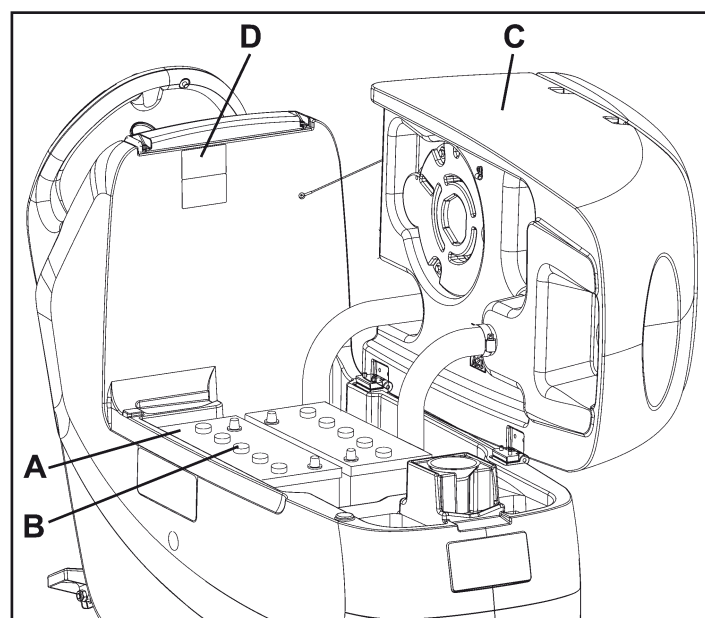
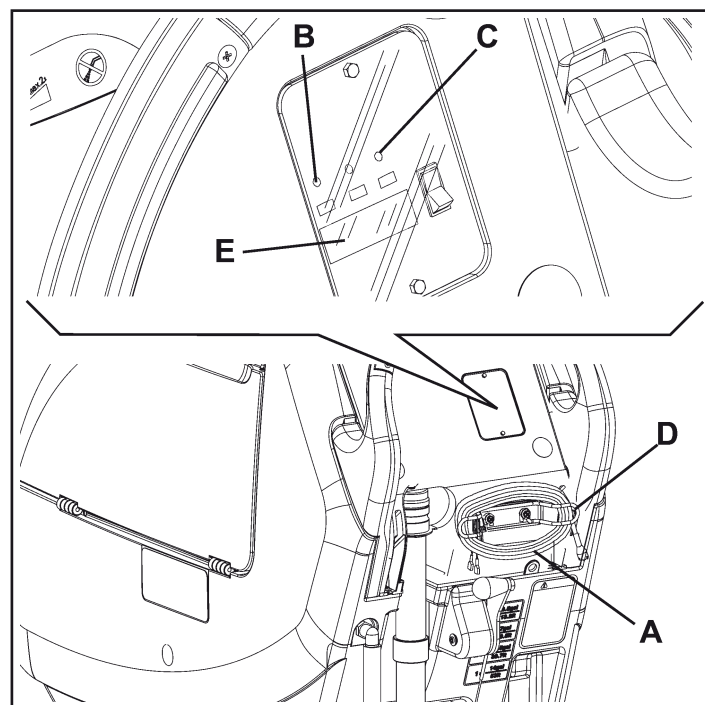

Figure 39
Figure 40
7. Brancher le câble (A, Fig. 40) du chargeur de batterie au réseau électrique [la tension et la fréquence de réseau doivent coïncider avec les valeurs correspondantes du chargeur de batterie, indiquées sur la plaque avec numéro de série de la machine (D, Fig. 39)].
- Lorsque le témoin lumineux rouge (B, Fig. 40) s'allume fixe sur le tableau de bord du chargeur de batterie, il indique que le chargeur de batterie est en train de charger les batteries.
8. Lorsque le témoin lumineux vert (C) s'allume, le cycle de chargement des batteries est terminé.
9. Le cycle de chargement terminé, débrancher le câble (A) du chargeur de batterie du réseau électrique et l'enrouler autour du logement correspondant.
10. Baisser le réservoir (D) avec soin.
Pour de plus amples informations relatives au fonctionnement du chargeur de batterie (E, Fig. 40), se référer au manuel spécifique.